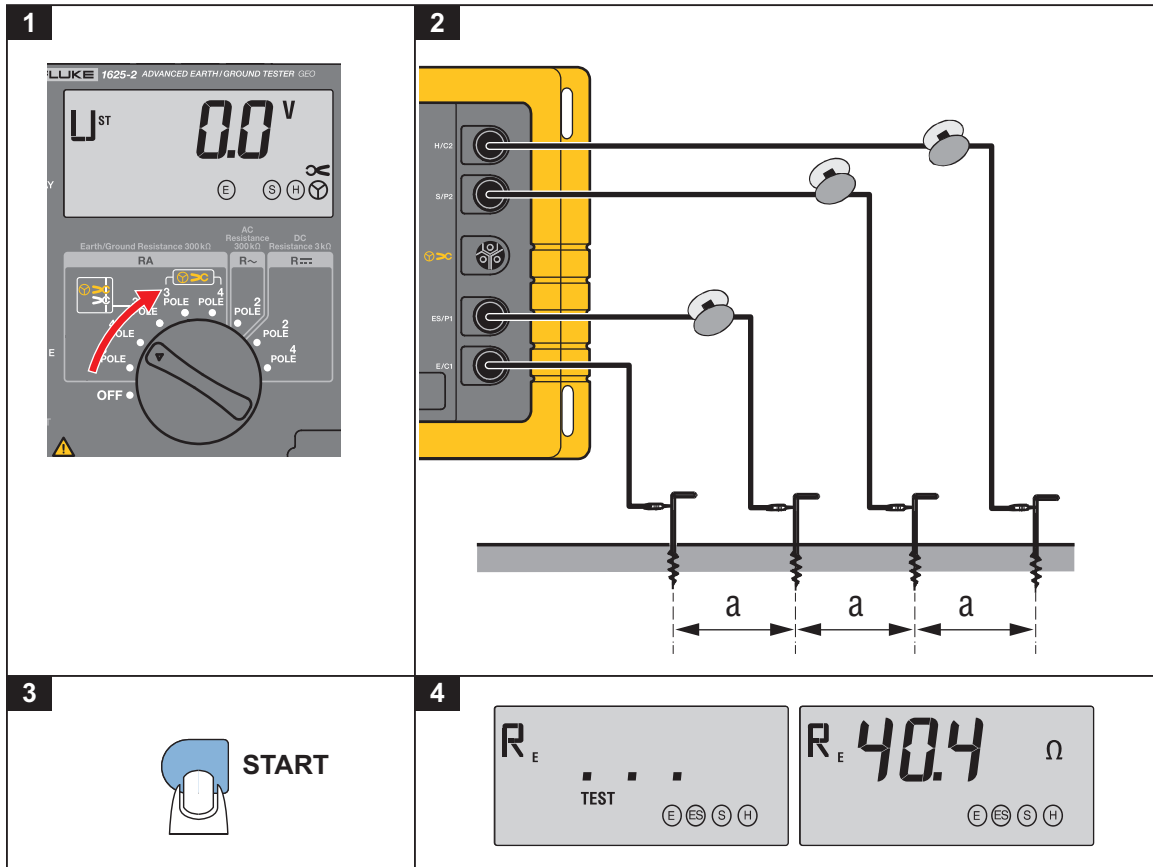

Abbildung 11. Messung des spezifischen Erdwiderstandes
Der spezifische Erdwiderstand ist die geologisch, physikalische Größe, die zur Berechnung von Erdungsanlagen dient. Der in Abbildung 11 dargestellte Messablauf verwendet die von Wenner entwickelte Methode (F. Wenner, A method of measuring earth resistivity; Bull. National Bureau of Standards, Bulletin 12 (4), Paper 258, S 478-496; 1915/16).